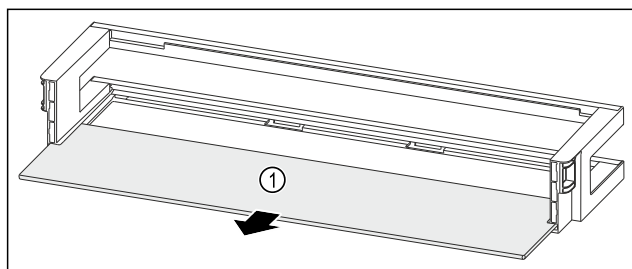

Fig. 139 Dveřní přihrádka s odkládací plochou
- Odkládací plochu Fig. 139 (1) odeberte.